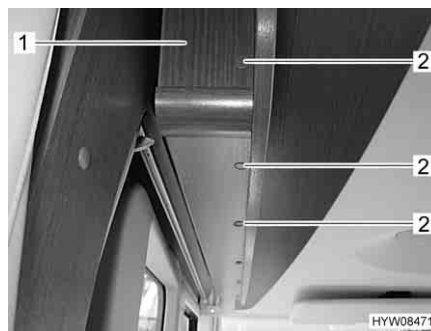

Fig. 64 Diaframma sul letto basculante
- Togliere tutti i coperchi di copertura (Fig. 64,2).
- Svitare tutte le viti (a intaglio) che si trovano sotto i coperchi di copertura e rimuovere il diaframma (Fig. 64,1).